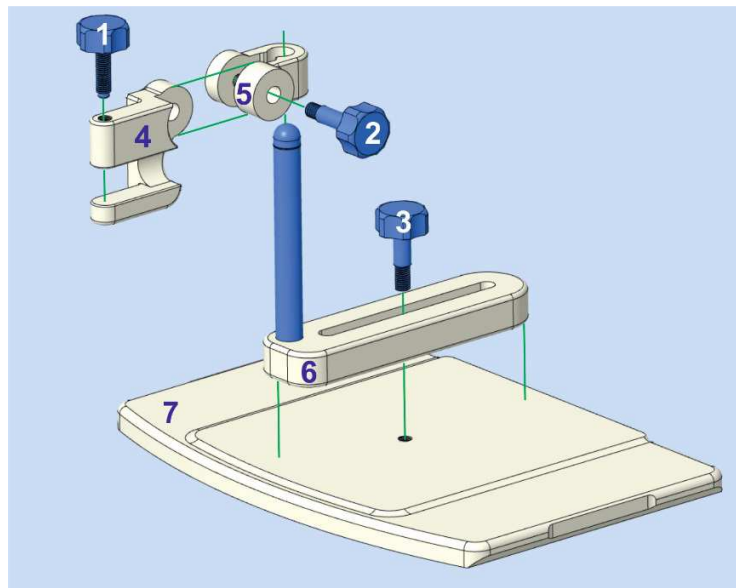

图 13: 拆卸 ER Coil Support。
- b. 根据图 13，拆卸 ER Coil Support。